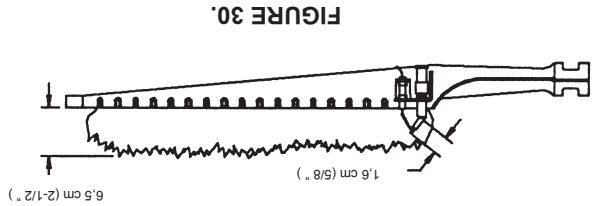

FIGURE 30.
Le brûleur principal, Figure 30, devrait présenter les caractéristiques suivantes :
- La flamme de la veilleuse devrait envelopper le dispositif de détection avec une flamme de 1,6 cm (5/8"). Figure 30. Enlever la vis du couvercle d'ajustement de la veilleuse, Figure 31. Tourner la vis intérieure d'ajustement dans le sens horaire pour augmenter ou dans le sens antihoraire pour diminuer la flamme de la veilleuse. S'assurer de remettre la vis du couvercle sur le régulateur de gaz après l'ajustement afin de prévenir une fuite de gaz possible.
Au moins une fois par année, vérifier le brûleur de la veilleuse, Figure 29, et le brûleur principale, Figure 30. Voir Figure 28 pour l'emplacement du brûleur de la veilleuse et des brûleurs principaux. Pour accès à la veilleuse, dévisser les deux vis du couvercle du brûleur et enlever. Repérer le brûleur avec la veilleuse et enlever la vis qui retient le brûleur au colporteur. Desserrer la tubulure de la veilleuse et glisser le brûleur et la veilleuse. Entretien le brûleur de la veilleuse signifie entre autres garder la veilleuse exempte de peluches, nettoyer la tête du brûleur, l'ouverture d'air principale et l'orifice du brûleur de la veilleuse.